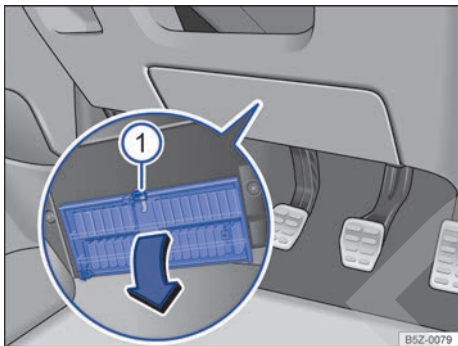

Fig. 150 En el lado del conductor debajo del panel de instrumentos: abra la cubierta de la caja de fusibles.
- **Abrir:** presione la palanca de bloqueo → **fig. 150**  hasta que se abra la cubierta.